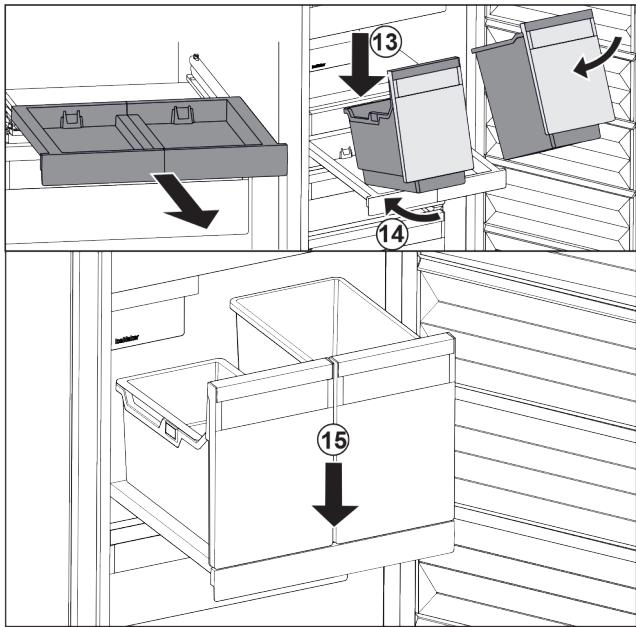

Fig. 95
- ▶ 将容器斜放在拉出式搁板上。Fig. 95 (13)
- ▶ 将容器斜着向后推入。Fig. 95 (14)
- ▶ 放下容器前部。Fig. 95 (15)